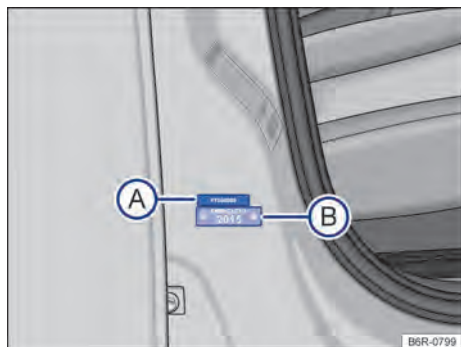

Fig. 145 En la columna de la puerta delantera derecha: etiqueta con el número de bastidor parcial (A) y placa del modelo, año de fabricación (B).
Las etiquetas con el número de bastidor parcial se encuentran en la columna de la puerta delantera derecha → fig. 145 (A), en la columna de la suspensión izquierda y en el travesaño del asiento del conductor. Estas etiquetas son destruidas al ser eliminadas.
La etiqueta con el número de identificación del año de fabricación está ubicada en la columna de la puerta delantera derecha → fig. 145 (B). Esta etiqueta se destruye al ser eliminada.